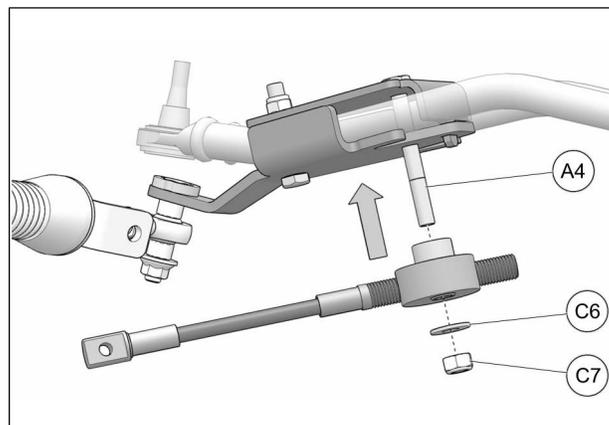

Fig. 27
14. Positionner le câble limiteur de conduite assemblé sous l'ancrage et installer au boulon (A4) inséré à l'étape 5. Utiliser la rondelle (C6) et l'écrou (C7) pour fixer le câble limiteur de conduite en place. Serrer l'écrou à 50 Nm [37 lb•pi]. Voir la Fig. 27